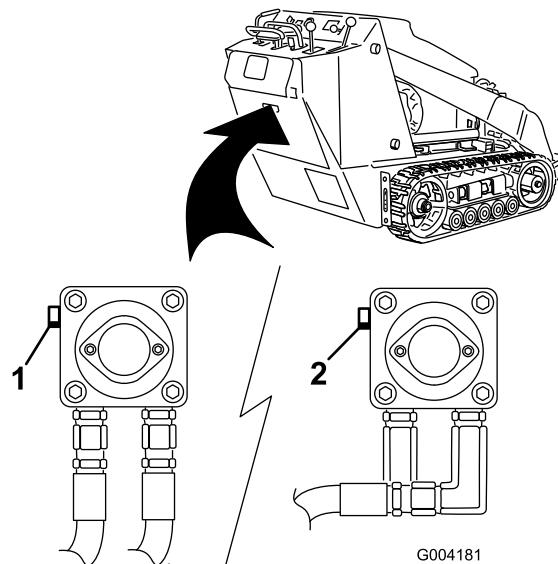

Figura 23
- Usando una llave inglesa, gire las válvulas de remolcado de las bombas hidráulicas dos vueltas en el sentido contrario a las agujas del reloj (Figura 23).